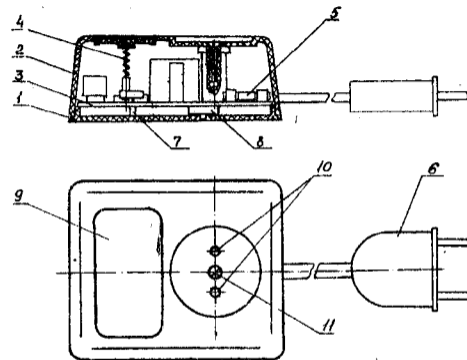

Рис. 1. Регулятор электронный «АРС-0,24С». Общий вид
5. УСТРОЙСТВО РЕГУЛЯТОРА (рис. 1)